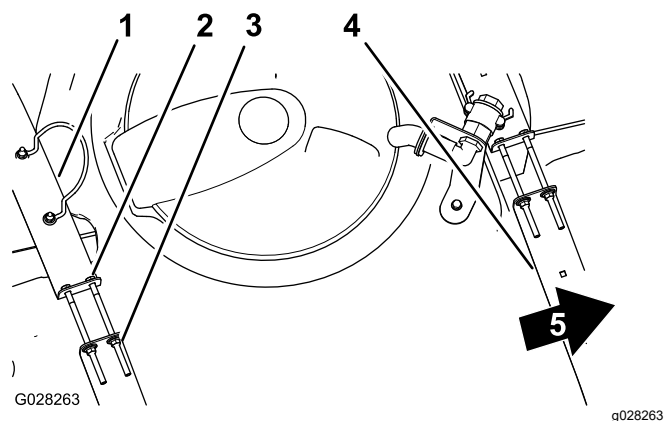

Figura 20
3. Si los flejes tienen holgura, apriete las contratuercas con arandela prensada y los pernos del extremo superior de los flejes hasta que los flejes queden apretados contra la superficie del depósito (Figura 20).
2. Compruebe si hay holgura entre los flejes y el depósito (Figura 20).